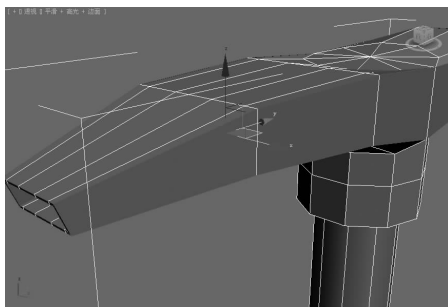

图 5-114 选中按压器顶部的边 ▲
(9)单击“边”按钮,选中如图 5-114 所示的边,再单击“切角”按钮右边的  按钮,在弹出的对话框中设置“切角量”为 0.01,最后单击“确定”按钮。